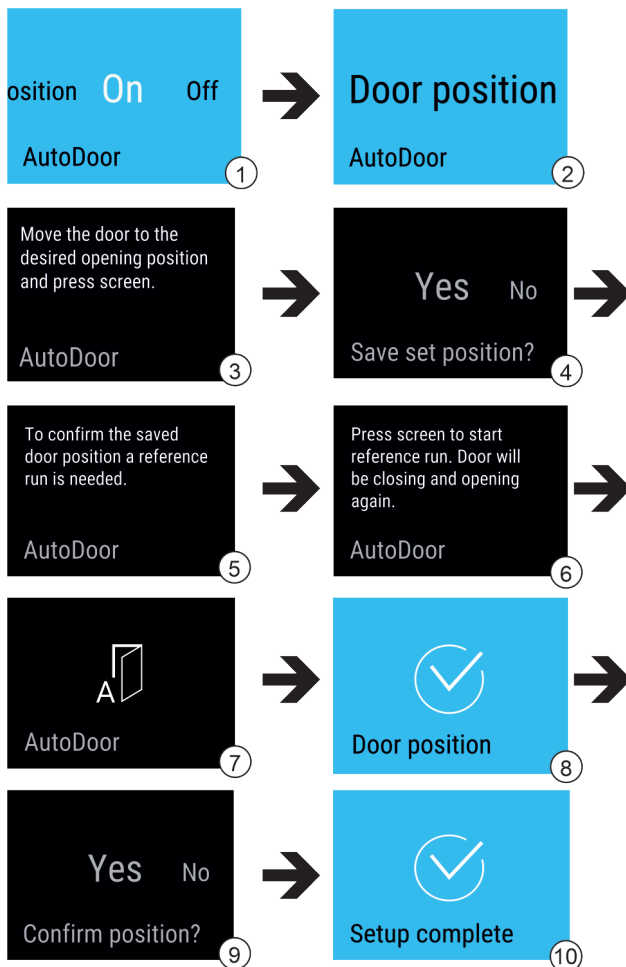

Fig. 14
- ▶ Изберете функцията AutoDoor. Fig. 14 (1)
- ▶ На дисплея плъзгайте индикацията, докато се появи Door position. Fig. 14 (2)
- ▶ Конфигуриране на ъгъла на отваряне на вратата: Отворете вратата на поне 70°. Fig. 14 (3)
- ▶ Потвърждаване на ъгъла на отваряне на вратата: Докоснете съобщението на дисплея. Fig. 14 (4)
- ▶ Стартиране на референтно движение: Докоснете дисплея. Fig. 14 (6)
- ▷ Дисплеят мига. Fig. 14 (7)
- ▷ Референтното движение е успешно: Дисплеят става син за 2 секунди. Fig. 14 (8)
- ▶ Потвърдете на ъгъла на отваряне на вратата. Fig. 14 (9)
- ▷ Дисплеят става син. Fig. 14 (10)